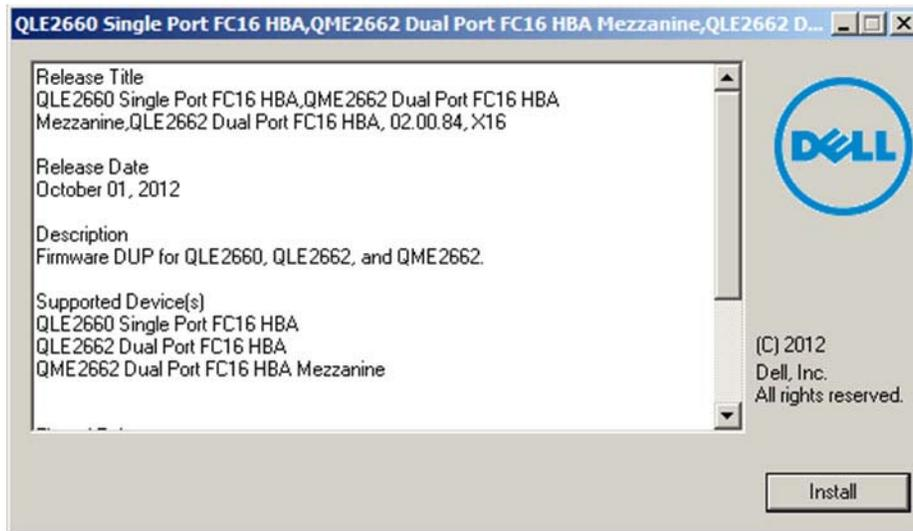

Figure 3-1. Écran de démarrage de Dell Update Package
1. Double-cliquez sur l'icône représentant le fichier DUP du micrologiciel. Lorsque l'écran de démarrage du DUP apparaît (Figure 3-1), cliquez sur **Installer** pour continuer.